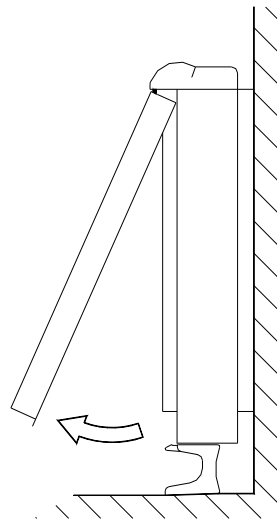

fig 2
3.- Retire o painel frontal, retirando os dois parafusos da parte da frente inferior (fig.2)